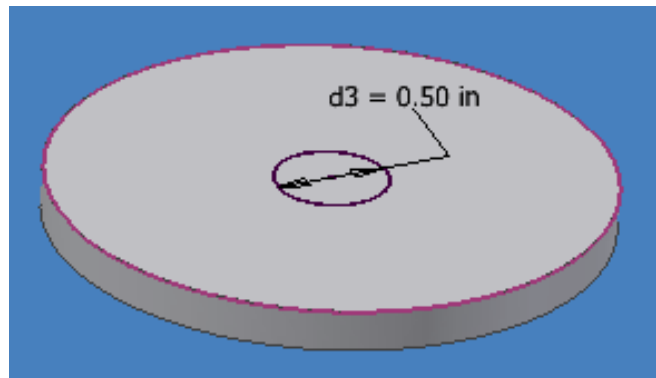

Figura 4.8 Generación de un boceto 2D sobre la superficie de un solido.
9.-Dibuje una circunferencia en el centro del solido, acótela de forma que la circunferencia posea un diámetro de 0.50 pulgadas y finalice con el comando FINISH SKETCH, figura 4.8.